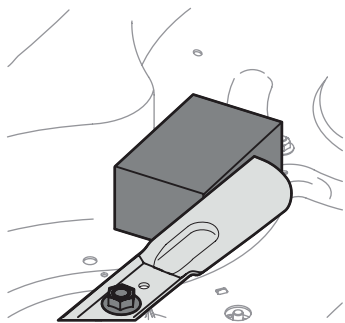

Figura 24
2. Coloque un bloque de madera entre el deflector del alojamiento de la plataforma y la cuchilla de corte para que actúe como estabilizador (Figura 24).